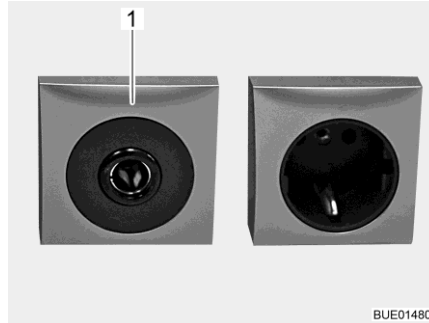

Bild 177 Eluttag 12 V/10 A
- ▷ Till 12 V-nätets eluttag (Bild 177,1) får endast apparater med maximalt 10 A anslutas.